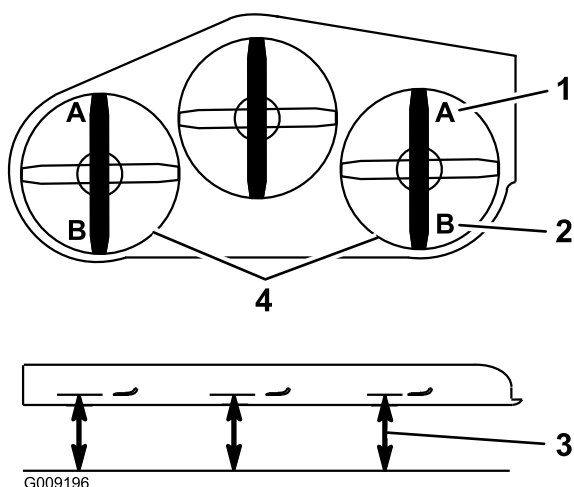

Figure 105
9. De chaque côté du tablier de coupe, mesurez la distance entre la surface plane et la pointe avant de la lame (position A), comme montré à la Figure 105.
15. De chaque côté du tablier de coupe, mesurez la distance entre la surface plane et la pointe arrière de la lame (position B), comme montré à la Figure 105.